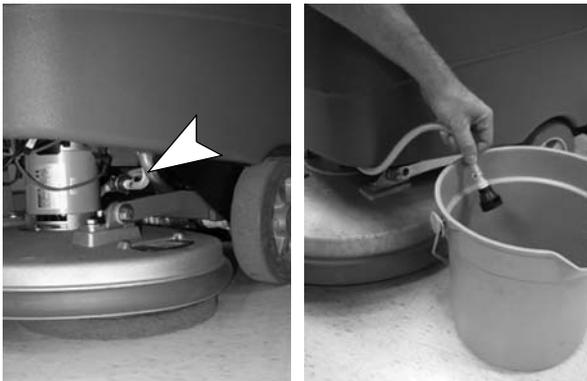

FIG. 56
3. Trennen Sie die schwarze Anschlusshalterung am Schrubbkopf ab und legen Sie den Schlauch in einen Eimer (Abbildung 56).